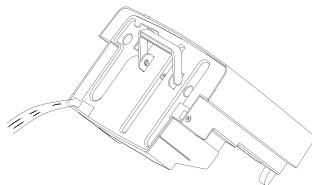

Fig. 2
- ◆ Videz l'eau par l'orifice dans le couvercle (voir fig. 2) et remettez le réservoir d'eau ❸ dans l'appareil. L'appareil continue de fonctionner avec le programme précédemment choisi.